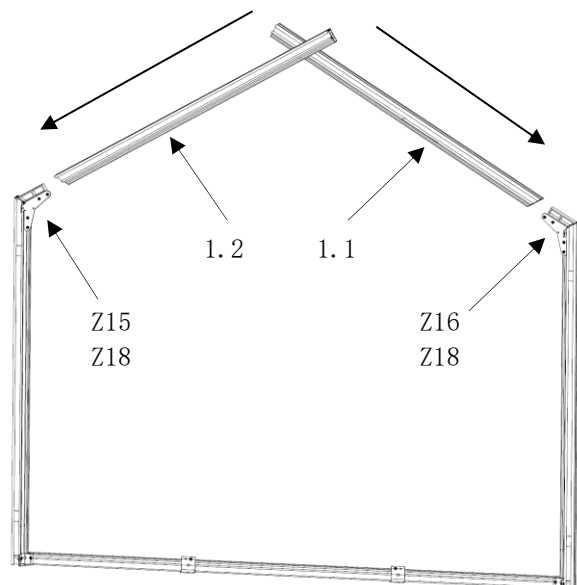

Abb. 33
- beim Verbinden der Ortgangprofile müssen diese leicht voneinander weggedrückt werden. (Abb. 33)